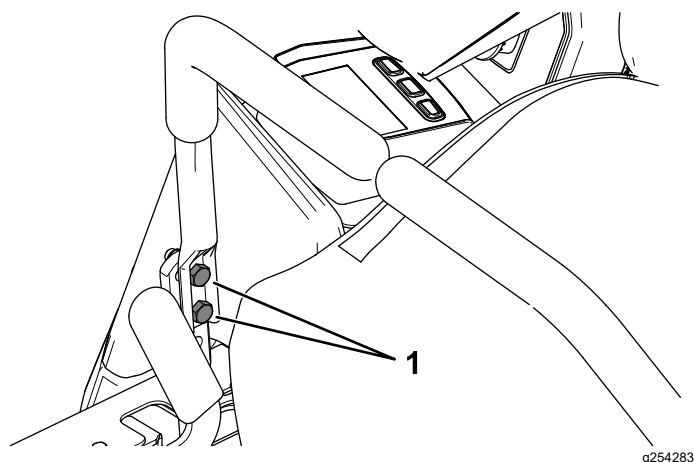

図 48
10. 位置合わせが必要な場合は、ずれている側のモーションコントロールレバー取り付けボルト2本を緩める (図 48)。
12. モーションコントロールレバー取付ボルト2本を締め付ける 図 48。